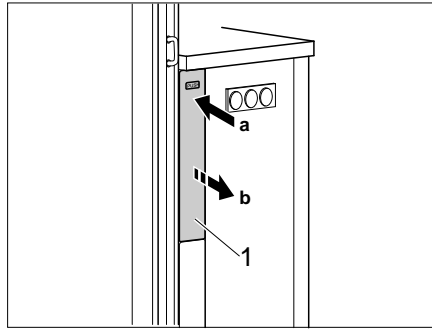

Bild 130 Verbreiterung lösen
- Auf die Blende (Bild 130,1) der Verbreiterung drücken. Die Verbreiterung wird gelöst.
- Verbreiterung (Bild 130,1) in den Küchenaufbau schieben, bis sie einrastet.